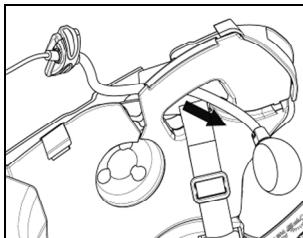
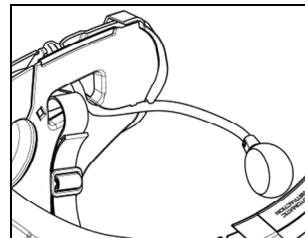

Abb. 7
Abb. 8
- Führen Sie das Mikrophon ins Innere der Öse (Abb. 7) und bringen Sie es im eigens dafür vorgesehenen Bereich an, indem Sie den Metallarm in die am Rahmen für die Befestigung des Kinnbügels vorhandene Rille einführen (Abb. 8).